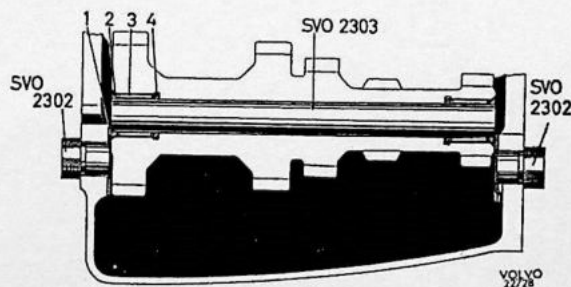

Fig. 4-40. Montage van de hulpas
3. Kleef de opsluitringen met vet aan het huis en houd ze op hun plaats met de centreerstiften SVO 2302; zie Fig. 4-40. Leg het torentandwiel op de bodem van het versnellingsbakhuis.